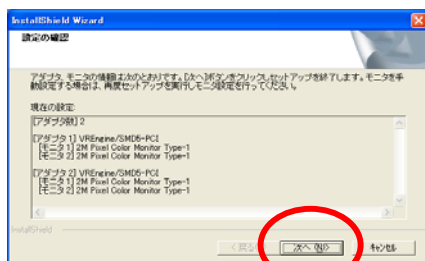

図 4.1-12 現在の設定の確認
- (12) 図 4.1-12のダイアログが表示され、これまでの作業で設定された内容が「現在の設定」として表示されます。内容を確認し **{次へ(N)}** をクリックします。表示された内容に従い設定が保存されます。